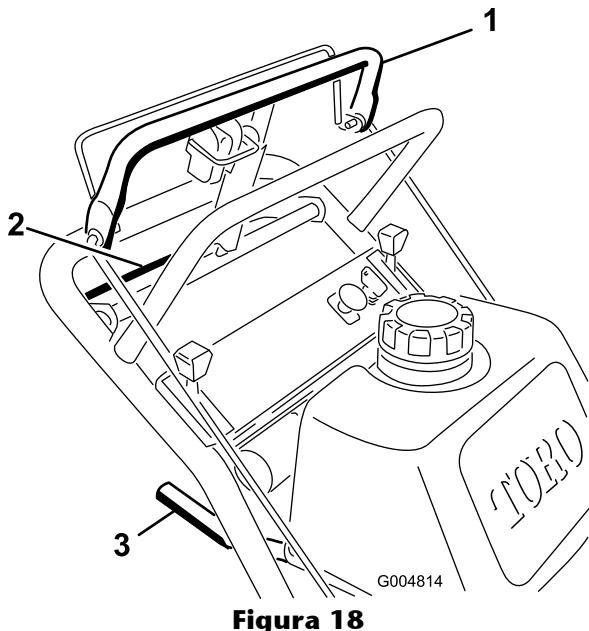

Figura 18
1. Para ir hacia adelante, mueva la palanca de cambios a una marcha hacia adelante (Figura 18).
3. Presione lentamente la barra de control superior para conducir hacia adelante (Figura 18).
Para ir recto, aplique la misma presión a los dos extremos de la barra de control superior (Figura 18).
Para girar, deje de empujar la barra de control superior del lado al que desea girar (Figura 18).
3. Apriete lentamente la barra de control inferior y el manillar inferior para conducir hacia atrás (Figura 18).
7. Al mismo tiempo, engrane la barra de control inferior y levante el manillar inferior para conducir la máquina por el bordillo (Figura 18 y Figura 19).
4. Al mismo tiempo, engrane la barra de control inferior y levante el manillar inferior (Figura 18 y Figura 19).